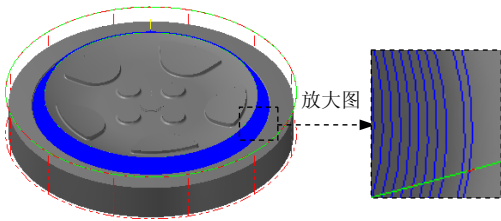

图 15.29 刀具路径
(1) 在“曲面精加工环绕等距”对话框中单击 **环绕等距精加工参数** 选项卡, 在 **整体误差 (U)...** 文本框中输入值 0.005, 在 **大切削间距 (M)** 文本框中输入值 0.25, 选中 ☒ **由内而外环切**、☒ **切削顺序依照最短距离** 复选框, 取消选中 **设定深度 (D)...** 按钮前的复选框, 其他参数设置保持系统默认设置。
(2) 单击 **间隙设置 (G)...** 按钮, 在系统弹出的“刀具路径的间隙设置”对话框 **位移小于允许间隙时, 不提刀** 下拉列表在选择 **沿着曲面 (S)** 选项, 并选中 ☒ **切削顺序最佳化** 复选框。单击 ☒ 按钮, 系统返回至“曲面精加工环绕等距”对话框。
Step7. 完成参数设置。单击“曲面精加工环绕等距”对话框中的 ☒ 按钮, 系统在图形区生成图 15.29 所示的刀具路径。